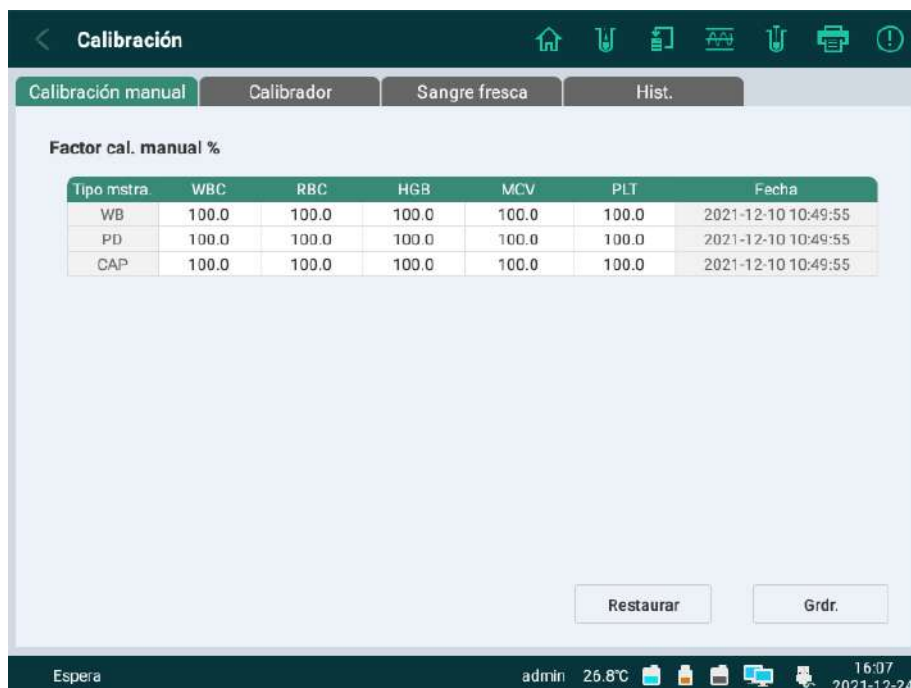

Imagen 10-1 Calibración manual
1. Pulse **Calibración** en la pantalla principal; de forma predeterminada, el sistema muestra la pantalla **Calibración manual**, como se muestra en la Imagen 10-1 abajo.